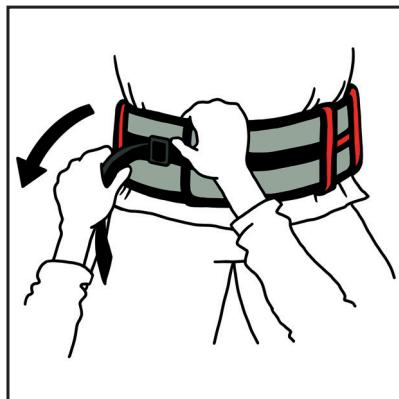

Fig. 1
- disporre la cintura addominale attorno alla vita o ai fianchi dell'utente e chiudere la fibbia davanti al ventre (Fig. 1). Tirare l'estremità della cintura e la cintura addominale per stringerla attorno all'utente ma accertarsi che risulti comoda e non troppo serrata. Se necessario, serrare ulteriormente quando l'utente si alza in piedi (uso come strumento per l'esercizio di deambulazione);